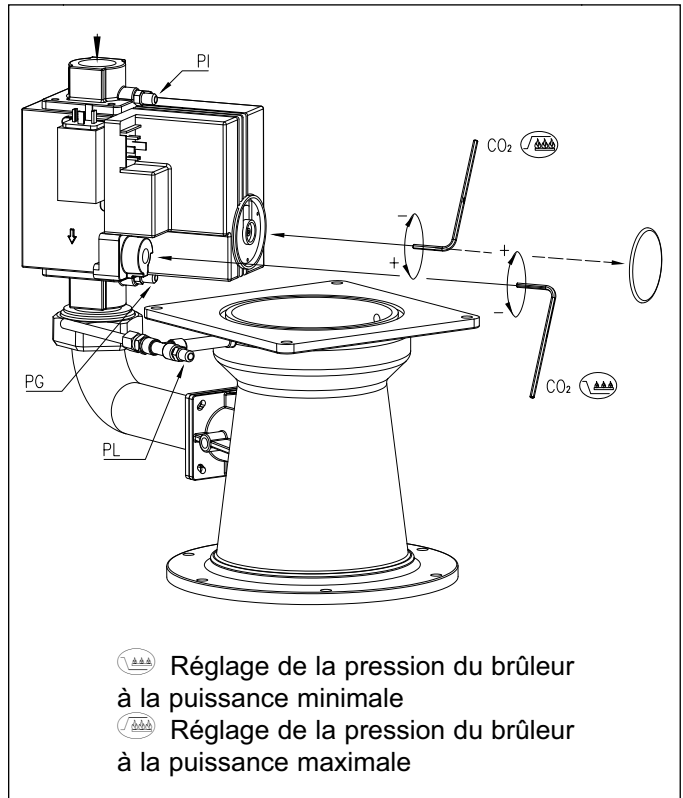
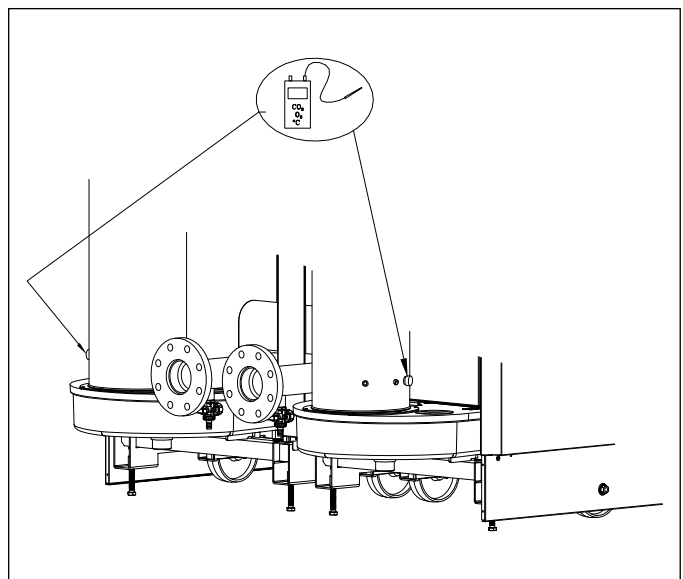

fig. 20 Points de réglage du multibloc gaz
fig. 21 Point de mesure des gaz de fumée
11. Vérifiez la pression d'admission du gaz PI (voir fig. 20).
- 17.a Vérifiez le réglage du rapport gaz/ air et, au besoin, corrigez-le. Le contrôle s'effectue à grande et à petite allure, tandis que le réglage n'a lieu que sur le multibloc gaz. Pour le contrôle et le réglage, vous devez disposer d'un compteur CO2 électronique (sur la base de O2) et d'un manomètre gaz. Veillez à bien fermer l'ouverture (voir fig. 21) autour de la sonde pendant la mesure. Branchez le manomètre gaz entre le point de mesure PG sous le multibloc gaz et le point de mesure PL sur le venturi (voir fig. 20).
- 17.d Mesurez ensuite le pourcentage de CO2 et comparez-le à la valeur du *tableau 09*. Si les valeurs dépassent les limites indiquées, corrigez-les suivant la fig. 20.
- 17.g Mesurez ensuite le pourcentage de CO2 et comparez-le à la valeur du *tableau 09*. Si les valeurs dépassent les limites indiquées, corrigez-les suivant la fig. 20.